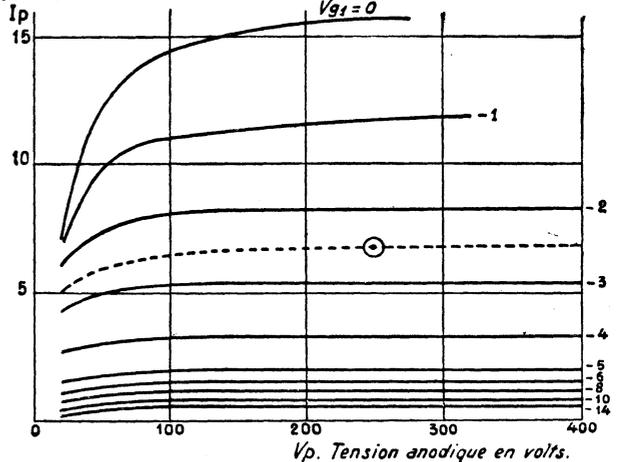

Figure 3
2. — On relève expérimentalement le réseau de caractéristiques $I_p = f(V_p)$ de la lampe pentode 6M7 (fig. 3) et on demande :
portée en pointillés dans la figure 3. Si on évalue sa pente anodique, on voit que la mesure sera délicate, du fait que la courbe correspondant à $V_g = -2,5$ est sensiblement droite ; toutefois, on peut en faire une estimation pour une variation de 200 volts plaque : le courant variera de 0,1 à 0,2 milliampère, ce qui donne, pour l'inverse de la pente :
D'après la figure 3, on peut dire